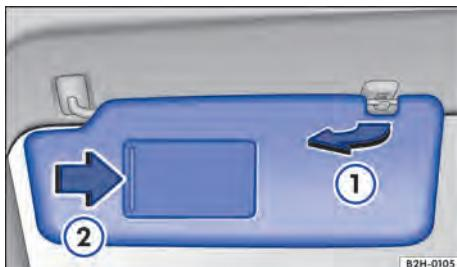

Fig. 82 No revestimento do teto: para-sol.
- Retirar do suporte e girar na direção das portas → Fig. 82 ①.